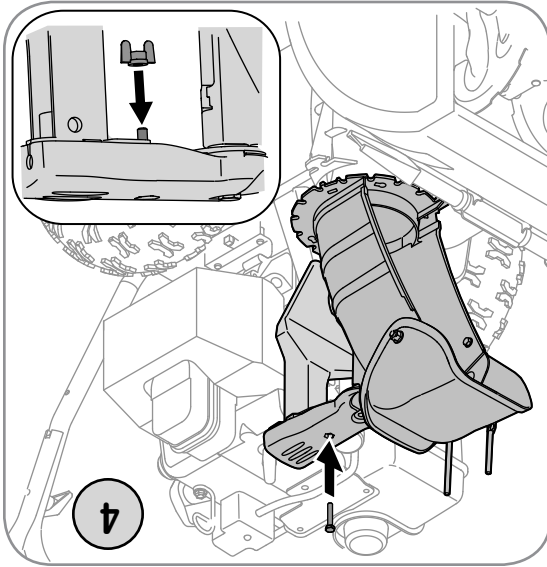

Figure 4
4. Continuez l'installation de la goupille sur son support avec l'écrou à oreilles et la vis hex. retirez plus tôt. Voir la Figure 4.